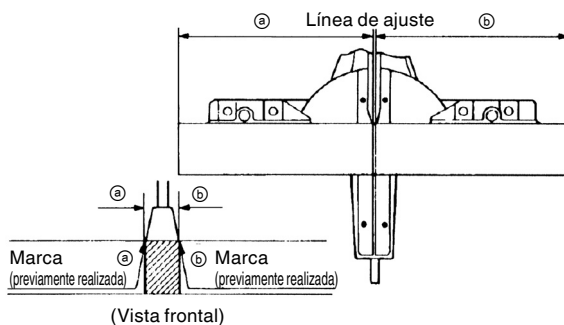

Fig. 25
- (1) Como se muestra en la Fig. 25, la anchura de la hoja de sierra es la de corte. Por lo tanto, deslice la pieza de trabajo hacia la derecha (vista desde la posición del operador) cuando desee la longitud b, o hacia la izquierda cuando desee la longitud a.